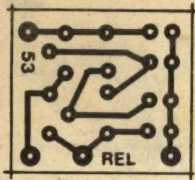

Fig. 3
- FIG. 3 - LAY OUT DO CIRCUITO IMPRESSO ESPECÍFICO - Pequeno, como convém à nossa idéia de miniaturização, o Impresso não apresenta, contudo, nenhuma dificuldade na sua realização, principalmente devido à baixa quantidade de componentes no circuito... Na verdade, o lay out poderia ser ainda menor, mas aí muitos de Vocês (principalmente os "começantes"...), encontrariam dificuldades de "manuseio" durante as próprias inserções e soldagens... De qualquer modo, uma boa dose de atenção e "capricho" será necessária, para bem realizar o Impresso e a montagem... O tamanho da figura é natural, bastando então a cópia, pura e simples, com carbono. Na traçagem, convém usar os decalques encontráveis nas lojas de componentes, que permitem excelente acabamento e boa precisão nos tamanhos e afastamentos (principalmente
- FIG. 3 - "CHAPEADO" DA MONTAGEM - Agora vista pela face não